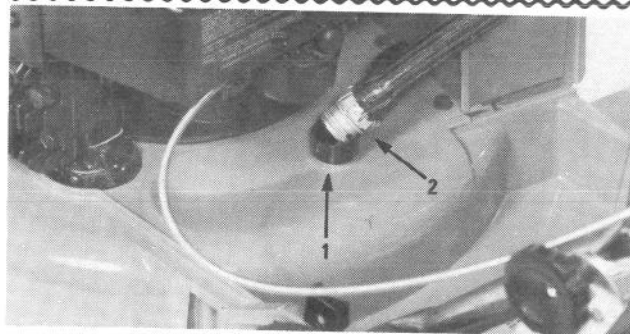
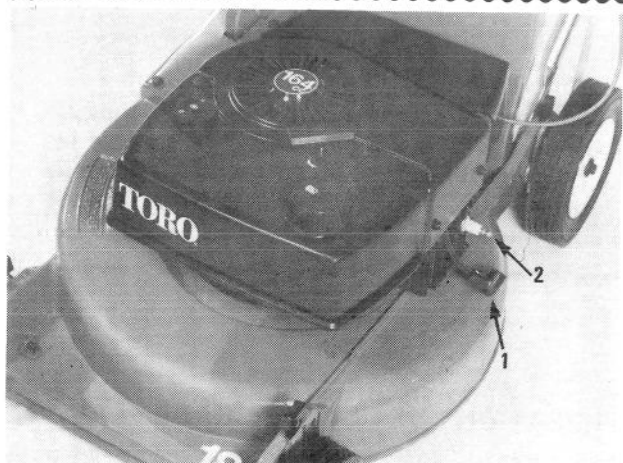

Figure 26
Figure 27
3. Mettez le moteur en marche. Insérez le bout du tuyau, sans la lance, dans l'orifice de lavage (Fig. 26). Utilisez une pression d'eau moyenne, laissez l'eau couler et le moteur fonctionner pendant environ deux minutes. L'action créée par la rotation de la lame et l'eau chasse les débris accumulés sur le dessous du carter de la tondeuse. Lorsque l'herbe a complètement été évacuée et que l'eau est de nouveau claire, arrêtez le moteur. Débranchez le fil de haute tension de la bougie une fois que toutes les pièces sont arrêtées et accrochez le bout du fil dans le trou cranté (Fig. 27).
Pour éviter tout risque d'accident, n'effectuez jamais de réglage ou de service d'entretien pendant que le moteur est en marche. Débranchez le fil haute tension (Fig. 27) de la bougie pour prévenir un démarrage accidentel.